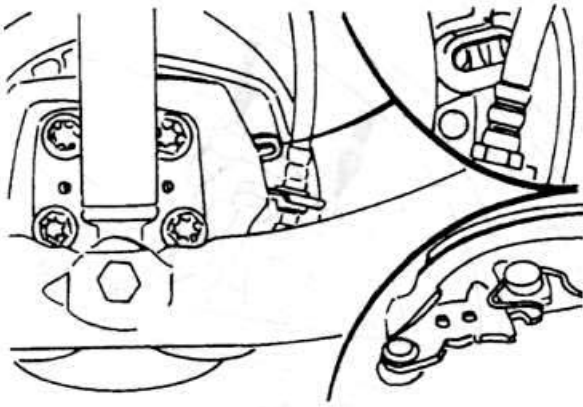

Рис. 6.4
- ◆ Ослабьте через отверстия в тормозном щите устройство для регулировки зазоров тормозных колодок (рис. 6.4).